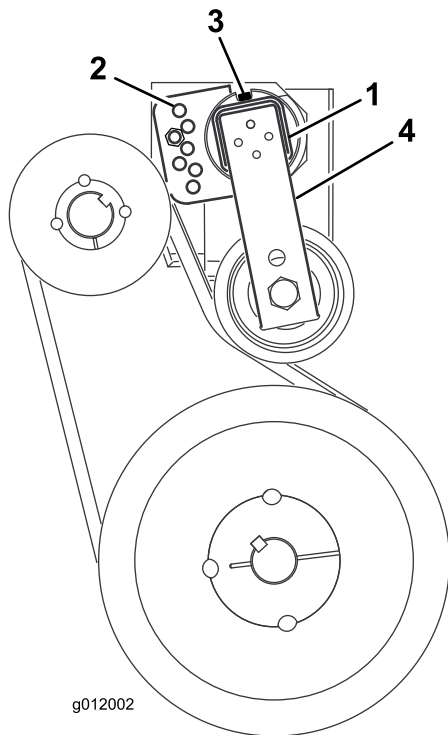

**Figura 13**
1. Rimuovete le viti a testa cilindrica, le rondelle e i dadi che fissano la protezione della cinghia all'alloggiamento del soffiatore (Figura 13).
2. Togliete la protezione della cinghia (Figura 13).